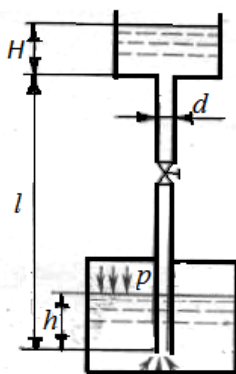

Рис. 8.5
8.11. Каким должно быть избыточное давление $P_{\text{изб}}$ в закрытом резервуаре (рис. 8.5), чтобы обеспечить подачу воды в количестве $Q = 0,4$ л/с по трубопроводу диаметром $d = 44$ мм и длиной $l = 8,8$ м, если $h = H$, $\xi_{\text{выхода}} = 0,5$, $\xi_{\text{выхода}} = 1$, $\xi_{\text{вентил}} = 2$, шероховатость труб $\Delta\text{ш} = 0,2$ мм.
8.12. Абсолютное давление p в закрытом резервуаре составляет $1,8$ бар (рис. 8.5). С каким расходом будет подаваться вода в открытый резервуар по трубопроводу диаметром $d = 22$ мм и длиной $l = 4,4$ м, если $h = 2$ м, $H = 1$ м, $\xi_{\text{выхода}} = 0,5$, $\xi_{\text{выхода}} = 1$, $\xi_{\text{вентил}} = 2$, шероховатость труб $\Delta\text{ш} = 0,2$ мм.